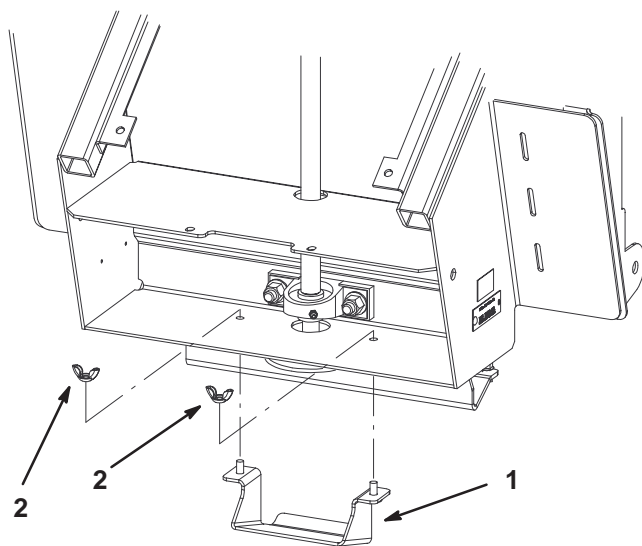

Figure 12
1. Retirez les 2 écrous à oreilles (5/16 pouce) qui fixent la protection de poulie au bas du bac de ramassage (Fig. 12).
7. Montez la protection de poulie au bas du bac de ramassage à l'aide des 2 écrous à oreilles (5/16 pouce) (Fig. 12).